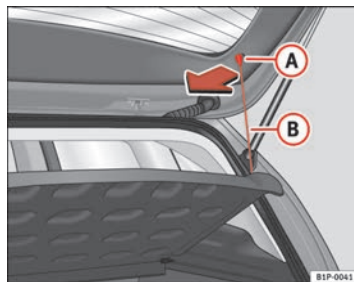

Abb. 105 Hutablage
- Die Streben ⇒ Abb. 105 **B** aus den Aufnahmen **A** aushängen.